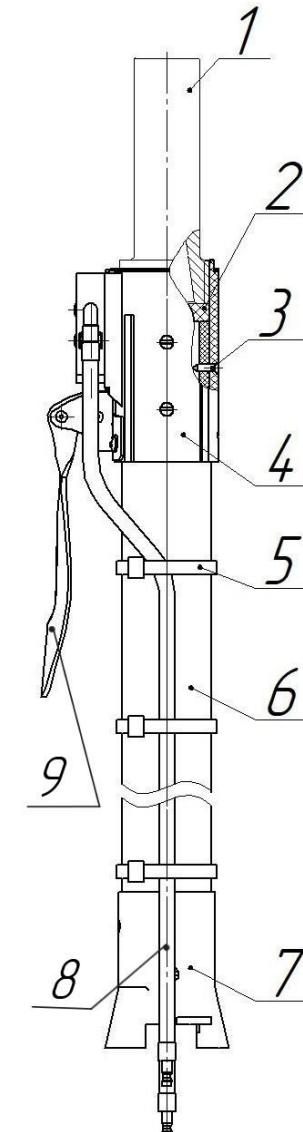
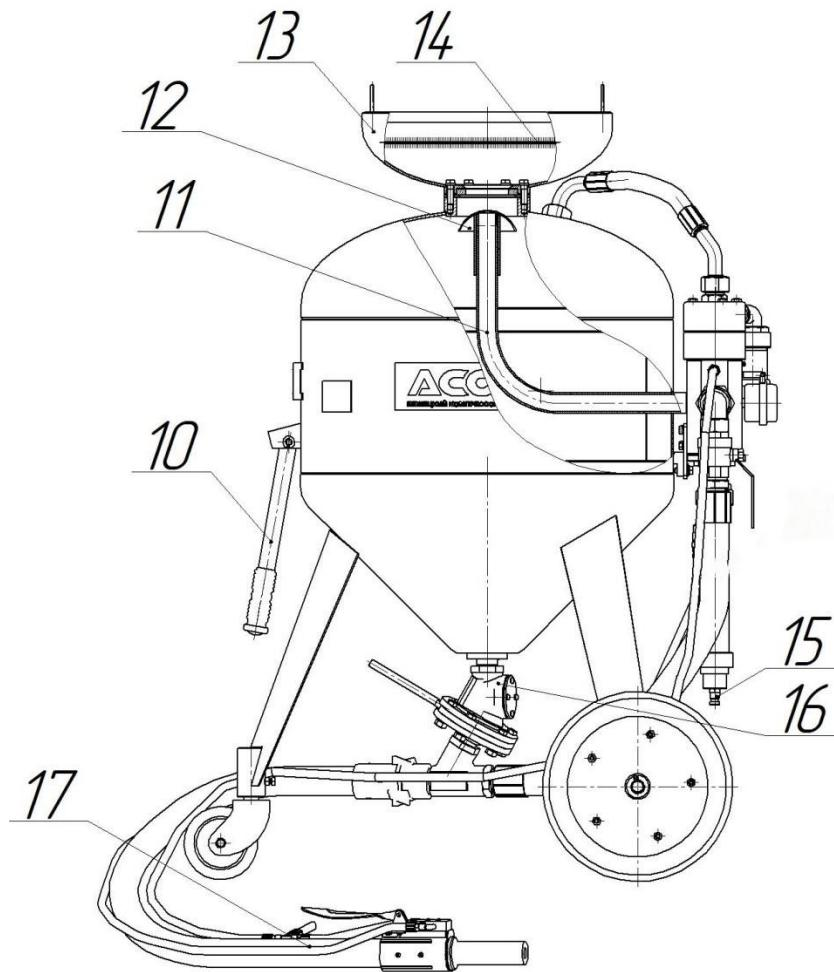
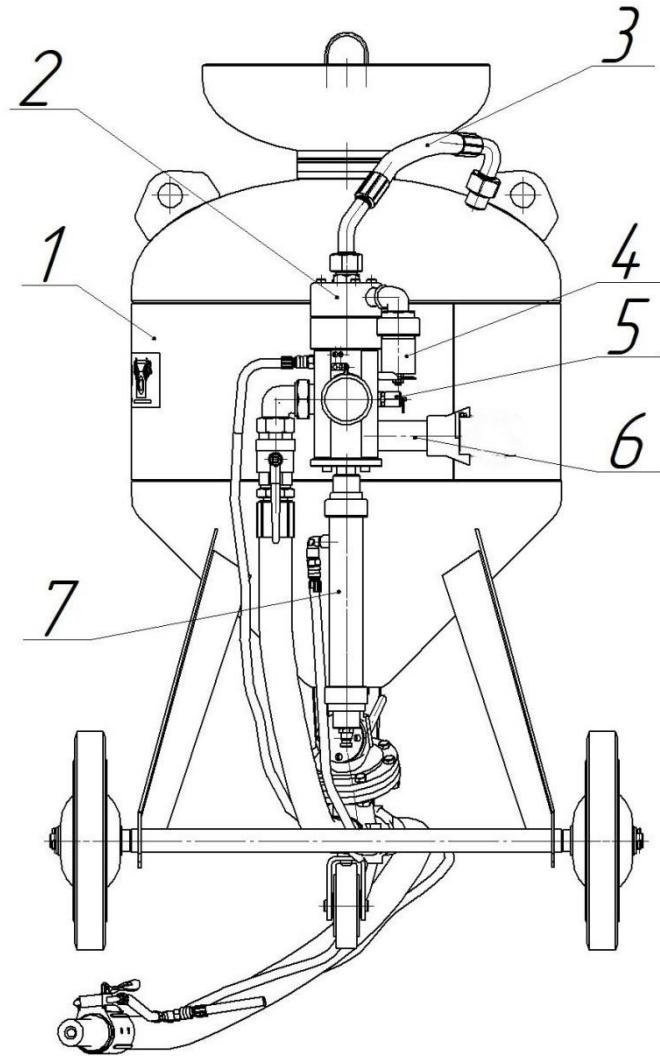

Рисунок 4. Напорный рукав Dy25\ Dy32.
Рисунок 2. Аппарат струйной очистки АСО-150М.
Рисунок 1. Аппарат струйной очистки АСО-150М.
3.1 Аппарат, (рис.1, 2) состоит из следующих основных узлов: ресивер 1, загрузочный бункер 13, блок управления 2, дозатор 16, рукав напорный 17.,
4.1 Аппарат, (рис.1, 2) представляет собой устройство, состоящее из ресивера 1, образующего рабочую камеру аппарата, загрузочного бункера 13 с сеткой 14, дозатора абразива 16, напорного рукава 17 и блока управления 2, обеспечивающего функциональное назначение аппарата.
ВНИМАНИЕ: Ежесменно, по окончании работы, необходимо слить воду из фильтра очистки воздуха 7 (рис. 1,2) через пробку сливную 15, находящуюся на днище фильтра.
- 6.10 При незагруженном ресивере подать сжатый воздух в аппарат через патрубок 6 (рис.1), нажимая на ручку 9 (рис.4) пневмораспределителя 10. Убедиться в надежном срабатывании поршней блока управления, клапана загрузки, герметичности соединений рукавов и трубопроводов.
- 6.11 Отпустить ручку 9 (рис.4) и убедиться, что сжатый воздух из ресивера стравился в атмосферу через глушитель 4 (рис.1) и загрузочный клапан 12 (рис.2) опустился вниз, освободив загрузочное отверстие.
7.2 Рычагом дозатора 16 (рис.2) отрегулировать количество подаваемого абразива. Перемещение рычага «влево» - увеличивает подачу абразива, «вправо» - уменьшает подачу.